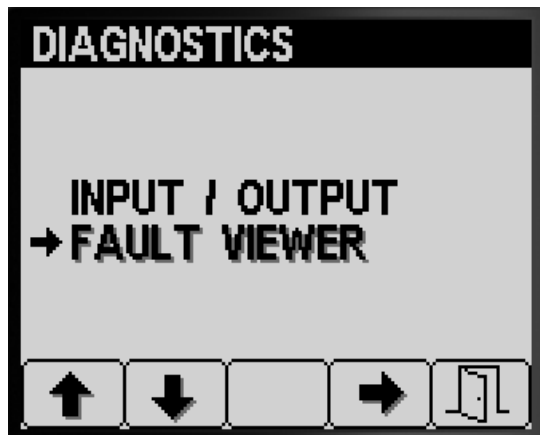

Figura 86
- Apăsai butonul 1 sau 2 din ecranul Diagnostics (Diagnostică) până când ajungeți la opțiunea FAULT VIEWER (vizualizator defecțiuni) (Figura 86).
- Apăsai butonul 3 pentru a selecta intrarea FAULT VIEWER (vizualizator defecțiuni) (Figura 86).